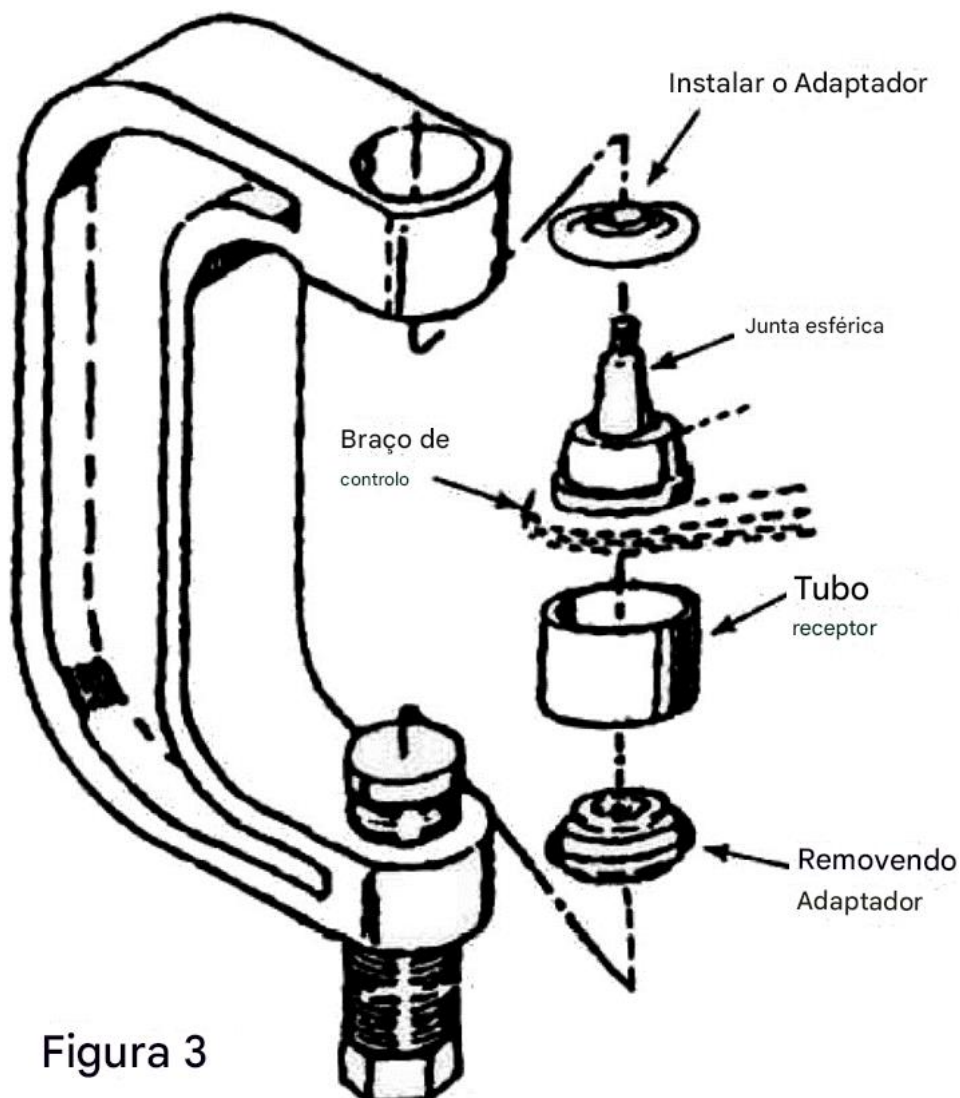

Figura 3
1. Monte a prensa para juntas esféricas no braço de controle, conforme mostrado na figura 3. Escolha um tubo de recepção do tamanho adequado (pos. 6, 7 ou 8) e coloque-o sob a junta esférica do veículo (veja a Figura 3).